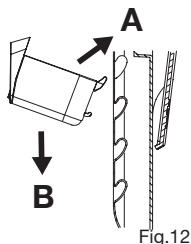

Fig.12
- Para volver a ubicarlos, primero inserte las pestañas superiores del anaquel en la ranura (A) y luego haga presión hacia abajo hasta que quede asegurado (B). Fig 12.